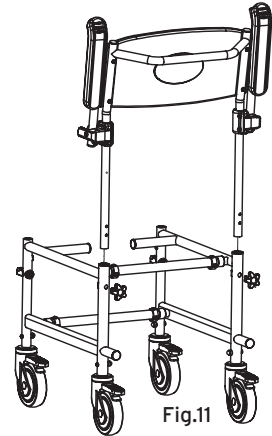

Fig.11
- Inserire lo schienale all'interno dei fori sul telaio della carrozzina e fissare lo schienale tramite i due pomelli di fissaggio (Fig.11);